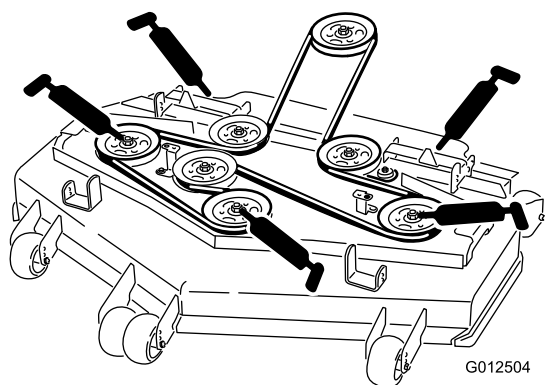

Bild 33
6. Schmieren Sie die drei Spindellager ein, bis das Schmiermittel austritt (Bild 33).
7. Fetten Sie die Nippel an den Schubarmen ein (Bild 33).